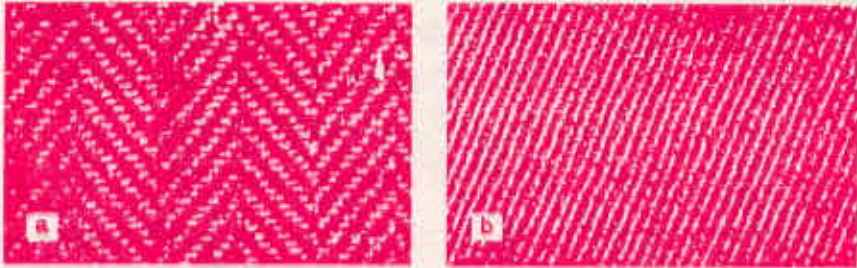

Figure 3.5
- (ii) **ਟਵਿਲ ਬੁਣਾਈ (Twill Weave)**- ਬੁਣਿਆਈ ਬੁਣਾਈ ਦੀ ਦੂਸਰੀ ਕਿਸਮ ਹੈ ਟਵਿਲ ਬੁਣਾਈ (fig 3.5)। ਕੱਪੜੇ ਵਿਚ ਟੇਢੀ ਜਾ ਰਹੀ ਇਕ ਧਾਰੀ ਇਸ ਕੱਪੜੇ ਦੀ ਪਹਿਚਾਣ ਹੈ। ਇਸ ਟੇਢੀ ਰੇਖਾ ਦਾ ਕੋਣ  $14^\circ$  ਤੋਂ  $75^\circ$  ਦਾ ਹੋ ਸਕਦਾ ਹੈ। ਜਿਵੇਂ ਸਾਦੀ ਬੁਣਾਈ ਵਿਚ ਕੁਲ ਦੋ ਧਾਰਿਆਂ (1/1) ਦੀ ਜਰੂਰਤ ਪੈਂਦੀ ਹੈ, ਟਵਿਲ ਬੁਣਾਈ ਲਈ